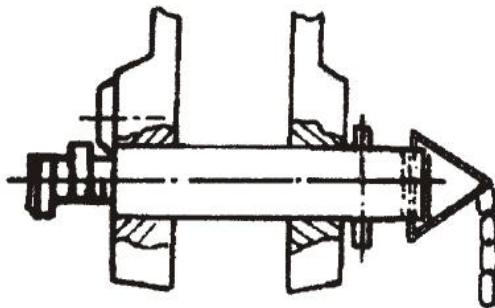

Fig2. Vrid och tryck på den fasta axeln två gånger och låt den gå in i den andra tunneln
2. Ankare: Fast axel ska användas för att förankra repet runt hissen. Anslut stållinan eller hängaren med den fasta linan och bind den andra änden till lasten, master etc. Det finns en avslappningssäkringstunnel på den fasta axeln. När den fasta axeln är införd måste lyftanordningen vändas två gånger till den andra tunneln tills den kläms fast (Fig2). Då kan operationen göras. Observera vänligen. Stållinans ände måste vara på den övre delen av den fasta axeln så att repet inte blockerar och rör sig fritt.